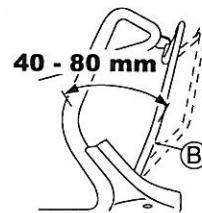

Fig. 15.
Réglez de telle façon que la machine fonctionne (l'embrayage s'engage) lorsque la distance entre le Levier d'embrayage (B) et la poignée est de 40 - 80 mm ainsi qu'ilustré dans la Fig. 15.